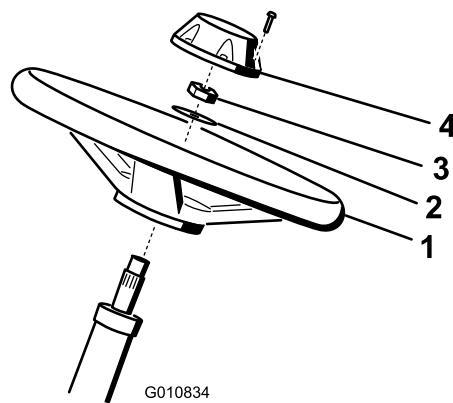

図 4
1. ハンドルをステアリングシャフトにはめ込む **図 4**。
2. ワッシャをステアリングシャフトにはめ込む **図 4**。
3. ロックナットでハンドルを固定し、 $27\ 35\text{N}\cdot\text{m}$ $2.83.6\text{kg}\cdot\text{m}$ = $20\ 26\text{ft}\cdot\text{lb}$ にトルク締めする **図 4**。
4. キャップを取り付け、ボルト6本で固定する **図 4**。